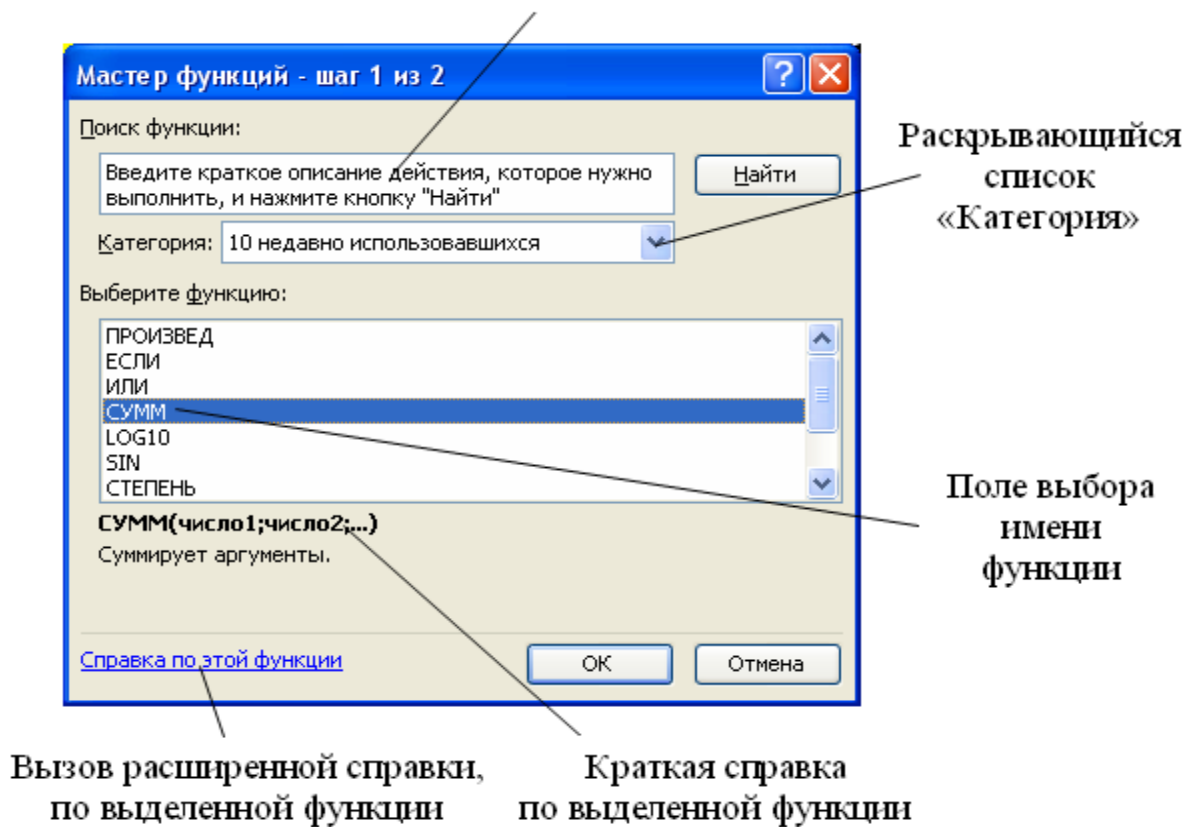

Рисунок 24 – Диалоговое окно *Мастер функций*
1) нажать кнопку *Вставка функции*  в строке формул, при этом раскроется диалоговое окно *Мастер функций* (рисунок 24);